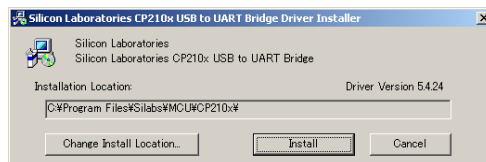

図14 USBドライバのインストール画面5
- ⑥「Install」を選んで次へ進み終了します（図14）。